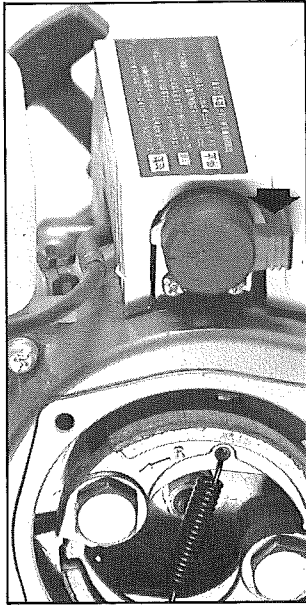

fig. 1
Mettez l'interrupteur du moteur en position de marche (ON) (fig. 1).